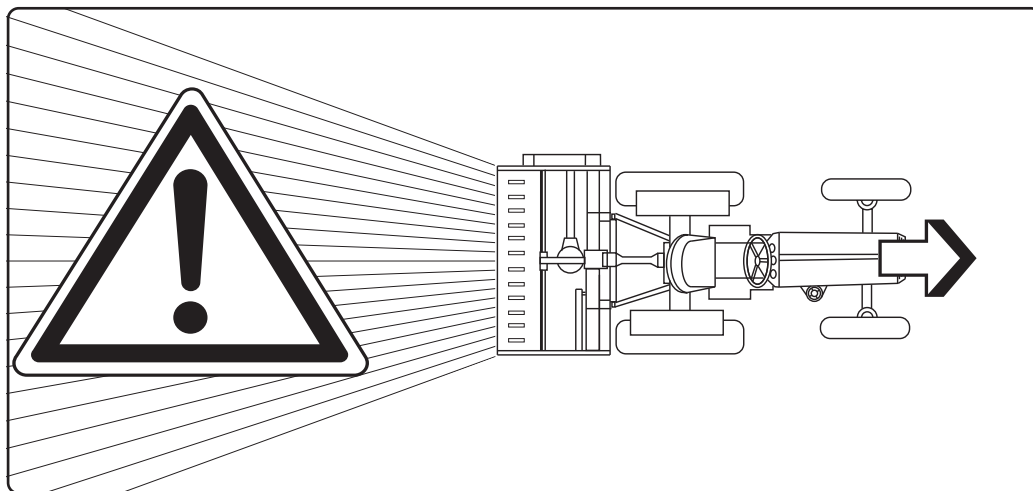

Fig. 5
- È assolutamente vietato stazionare nell'area d'azione del trinciasarmenti, dove vi sono organi in movimento, ed in particolare nella parte posteriore dove è possibile, per il tipo di lavorazione, il lancio di oggetti contundenti quali sassi, terriccio, stocchi, ecc., anche a grande distanza (Fig. 5). È ne-
- *It is absolutely forbidden to stand in the area of action of the pruning mulcher (with members of the machine in motion) particularly in the rear where, according to the type of work being done, stones, clods of earth, stalks, etc. may be thrown off, even for a great distance (Fig.5). Extraneous persons are to be moved away from the operative area by at least a minimum 80 me-*
- *Il est strictement interdit de stationner dans le rayon d'action du broyeur de sarment, où il y a les organes en mouvement et en particulier à l'arrière où, selon le type de travail, le lancement d'objets contondants tels que cailloux, terre, fanes, etc. est possible, même à grande distance (Fig. 5). Les personnes étrangères au service doivent reculer d'au moins 80 mètres de la zone opérationnelle et surtout de l'arrière de la machine.*
- Está absolutamente prohibido pararse en el área de acción del triturador multifuncional, donde hay órganos en movimiento y, especialmente, en la parte posterior, donde, por el tipo de elaboración, pueden proyectarse objetos contundentes como piedras, tierra, palos, etc., incluso a gran distancia (Fig. 5). Es necesario que las personas ajenas al trabajo estén lejos de la zona operativa y, en particular, de la zona posterior, a una distancia de 80 m por lo menos.